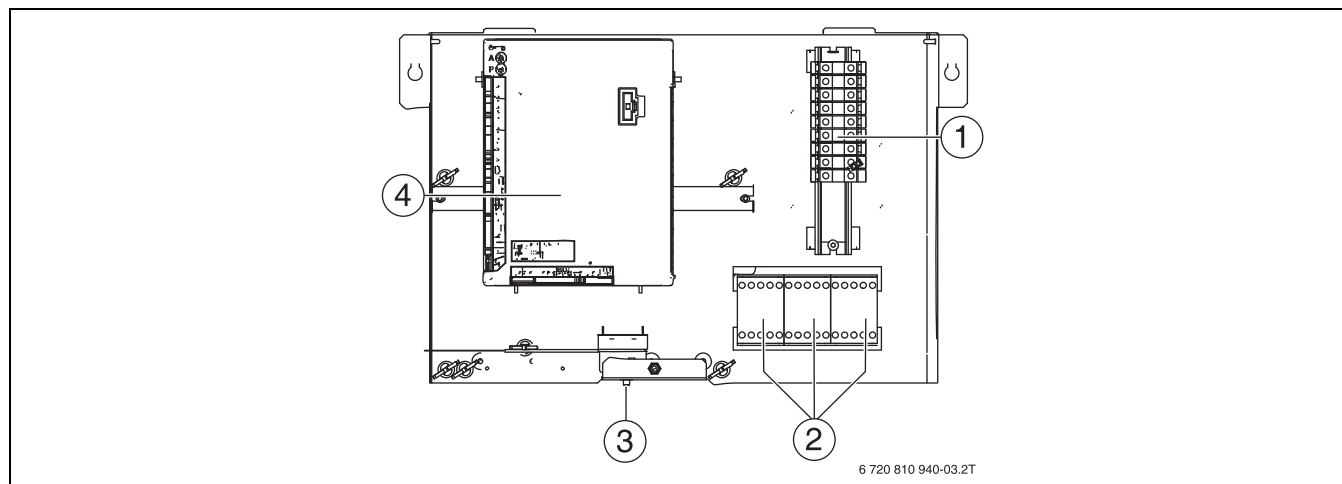

Bild 16 Anordnung im Schaltkasten
- ▶ Überhitzungsschutz zurücksetzen. Dafür die Taste auf der Unterseite des Schaltkastens drücken (→ [3], Abb. 16).